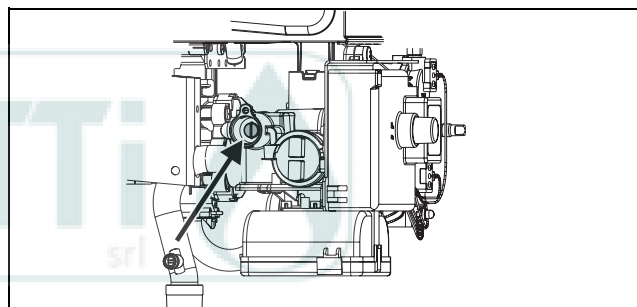

Fig. 15 Vite per regolazione della pressione massima
- Togliere il sigillo della vite (Fig. 15).
- Regolare la pressione mediante la vite (Fig. 15) attenendosi ai dati di pressione esposti nella tabella 5.